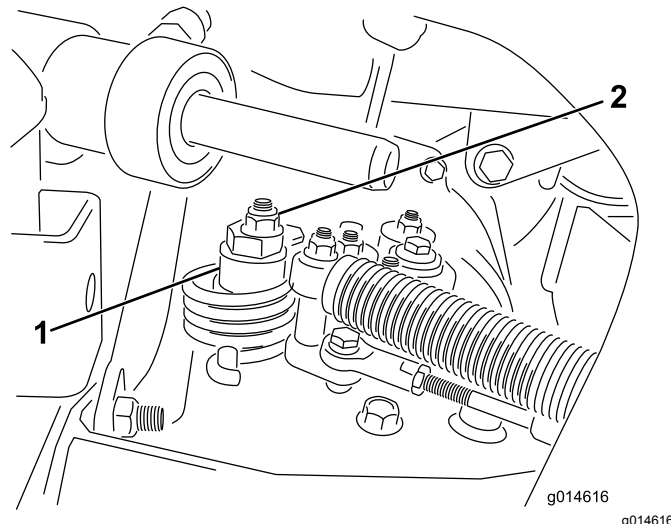

Figura 34
- A. Afloje la tuerca que sujeta el excéntrico a la parte superior del hidrostato (Figura 34).
- C. Gire el excéntrico hasta que no haya movimiento en ningún sentido. Cuando la rueda deje de girar, apriete la tuerca para bloquear el excéntrico y el ajuste (Figura 34). Compruebe el ajuste con el acelerador en las posiciones LENTO y RÁPIDO.